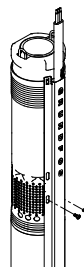

Fig. 10
3. Fastgør kabelbeskytteren til pumpe svøbets indløbsi med de to medleverede selvskærende skruer. Se fig. 10.